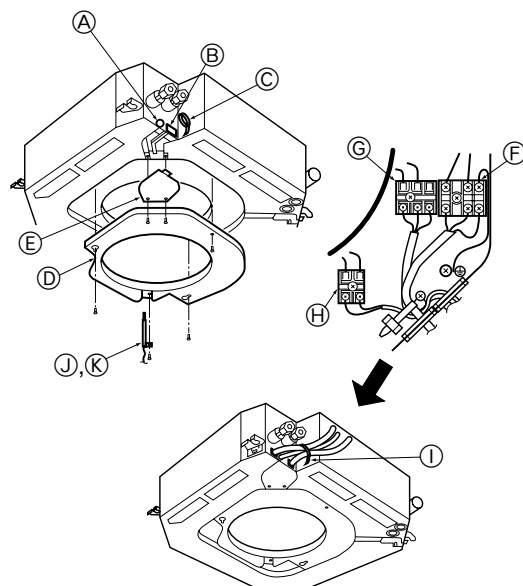

Fig. 4-1
4.1. Unidade exterior (Fig. 4-1)